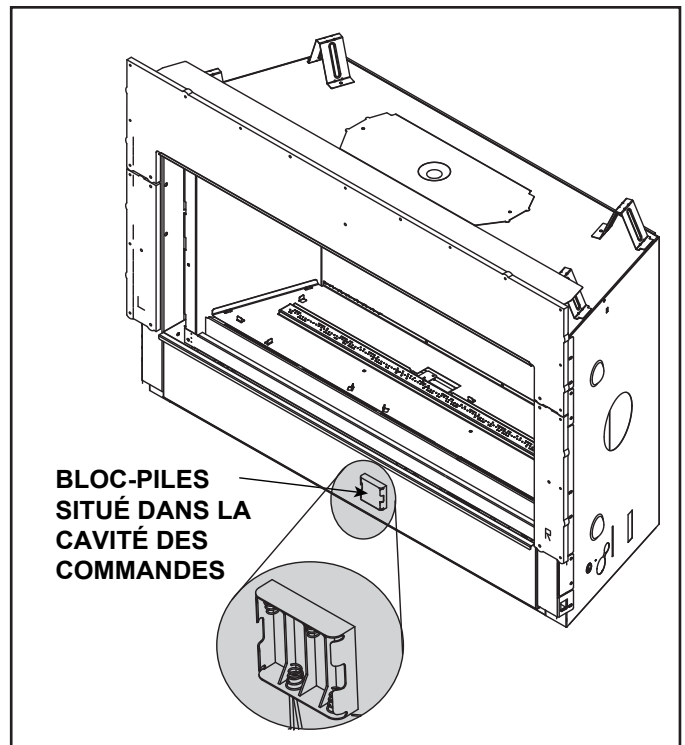

Figure 3.6 Emplacement du bloc-piles/cavité des commandes
Le système d'allumage intermittent Intellifire™ Tactile est livré avec un système de piles de secours permettant au système de fonctionner pendant une panne d'électricité. Le système offre une transition sans interruption entre l'alimentation c.a. et les piles de secours. Le bloc-piles installé en usine est situé dans la cavité des commandes de l'appareil. Voir la figure 3.6. La longévité et la performance des piles seront affectées par une exposition à long terme aux températures de fonctionnement de cet appareil.
1. Le bloc-piles se situe dans la cavité des commandes de l'appareil. Pour accéder à la cavité des commandes de l'appareil, retirez la façade décorative et l'assemblage de la vitre. Voir la section 4 pour les instructions de retrait de l'assemblage de la vitre. Voir la figure 3.6 pour l'emplacement du bloc-piles.
2. Localisez le bloc-piles et retirez-le de la cavité des commandes. Il est maintenu en place par un crochet et une fixation à boucle. Insérez quatre piles AA. La polarité des piles doit être correcte pour éviter d'endommager le module. Voir la figure 3.6. Un schéma complet du câblage est inclus dans la section traitant de l'électricité, dans le manuel d'installation.